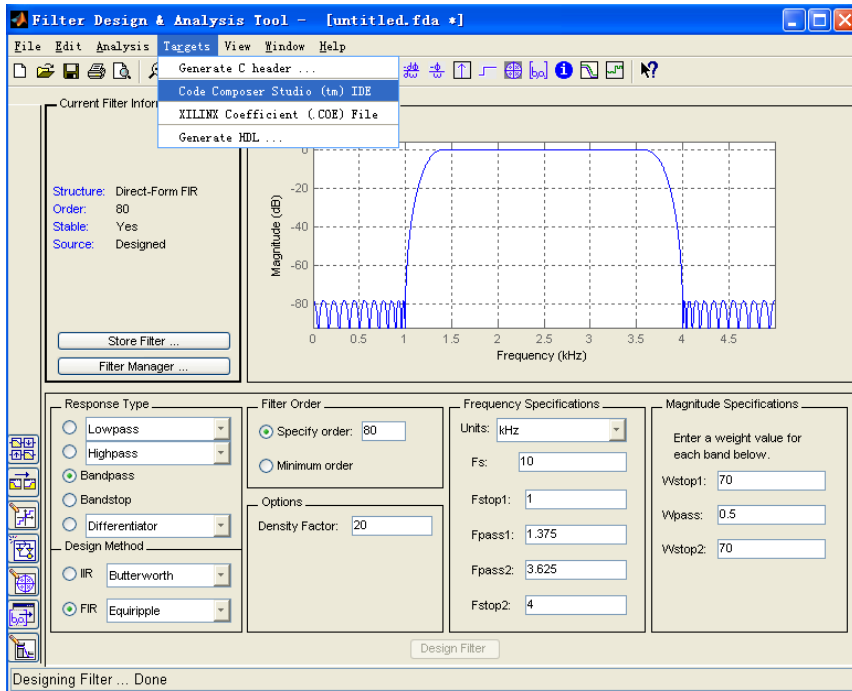

图 1-3
a.在 Fdatool 中，选择 Targets -> Code Composer Studio (tm) IDE，如图 1-3。